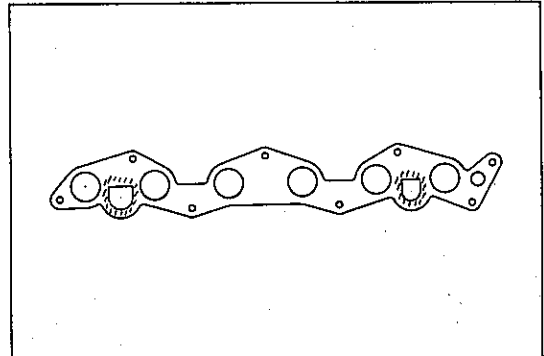

図1-2-30 シール パツキン塗布 Z4423
- ①冷却水の抜き取りはシリンダ ブロック側のみ行なう。
- ②インテーク マニホールド ガスケットのシール パツキン No.102塗布は図1-2-30参照。
- ③マニホールドの締め付けは中央部より数回にわけて締め付ける。
- ④インジェクタおよびデリバリ パイプ組み付けは下記要領で行なう。